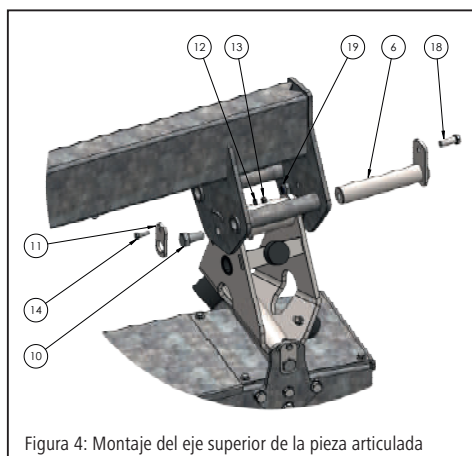
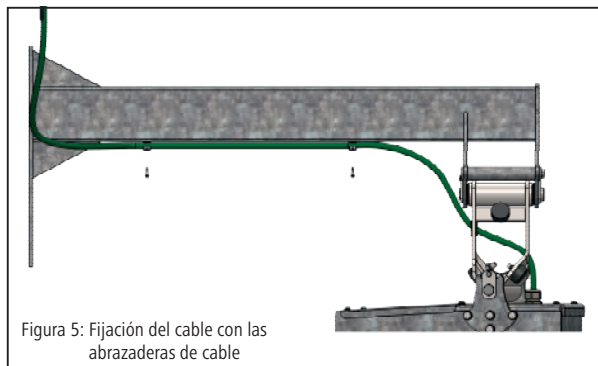

Figura 4: Montaje del eje superior de la pieza articulada
Figura 5: Fijación del cable con las abrazaderas de cable
1. Desmonte el eje superior (Figura 4, posición 6) de la pieza articulada.
5. Empuje el eje superior (Figura 4, posición 6) a través del cojinete ubicado en el brazo de suspensión y la pieza articulada; a continuación, móntelo.
6. Fije el eje con el tornillo de fijación M14 (Figura 4, posición 10).
7. Asegure el eje contra torsiones utilizando el tornillo (Figura 4, posición 18) y la tuerca autoblocante (Figura 4, posición 19).
8. Asegure el tornillo de fijación M14 para evitar que se suelte; para ello, utilice la chapa de seguridad (Figura 4, posición 11), el tornillo (Figura 4, posición 14), la arandela (Figura 4, posición 12) y la tuerca autoblocante (Figura 4, posición 13). Fije el cable del motor al brazo de suspensión utilizando abrazaderas y tornillos autorroscantes (Figura 5).